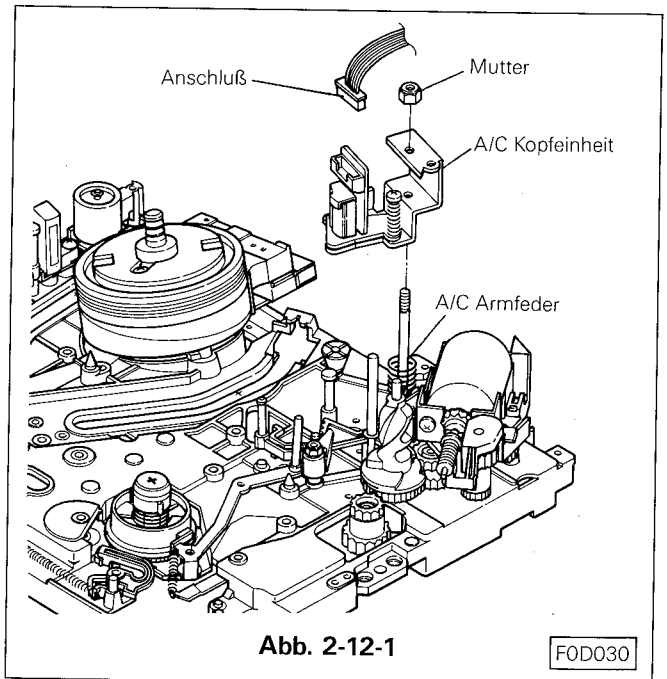

Abb. 2-12-1
2-12-1 Ausbau (siehe Abb. 2-12-1)
- Die Kopfeinheit auf dem Schacht aufstezen während die A/C Haltearmfeder ca. 60 nach rechts gedrückt wurde. (Siehe Abb. 2-12-1)
- Stecker auf der A/C Platine aufstecken. Siehe Abb. 2-12-1.